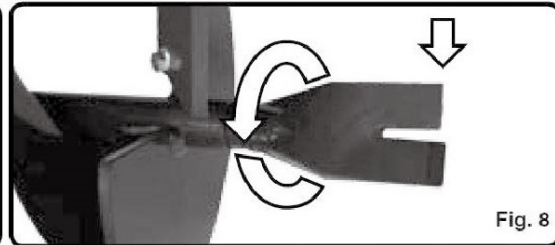

Fig. 8
4. Aby wymienić element rozpiórkowy, należy go odkręcić za pomocą klucza regulacyjnego. Po wykręceniu należy zamontować nową część (patrz rysunek 8)).